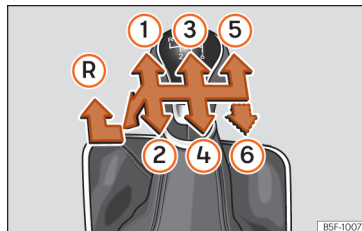

Abb. 86 Schaltschema bei einem 5-Gang bzw. 6-Gang Schaltgetriebe
Auf dem Schalthebel sind die Positionen der einzelnen Fahrgänge dargestellt **>>> (Abb. 86)**.
- Schalthebel in die Neutralstellung bringen und nach unten drücken. Schalthebel ganz nach links und dann nach vorn in die Rückwärtsgangposition schieben **>>> (Abb. 86) **.